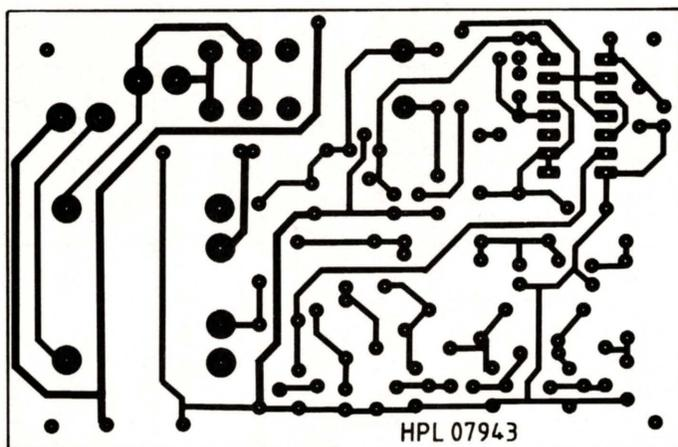

Fig. 2. — Circuit imprimé, vu côté cuivre, échelle 1.
■ Fig. 2. — Circuit imprimé, vu côté cuivre, échelle 1.